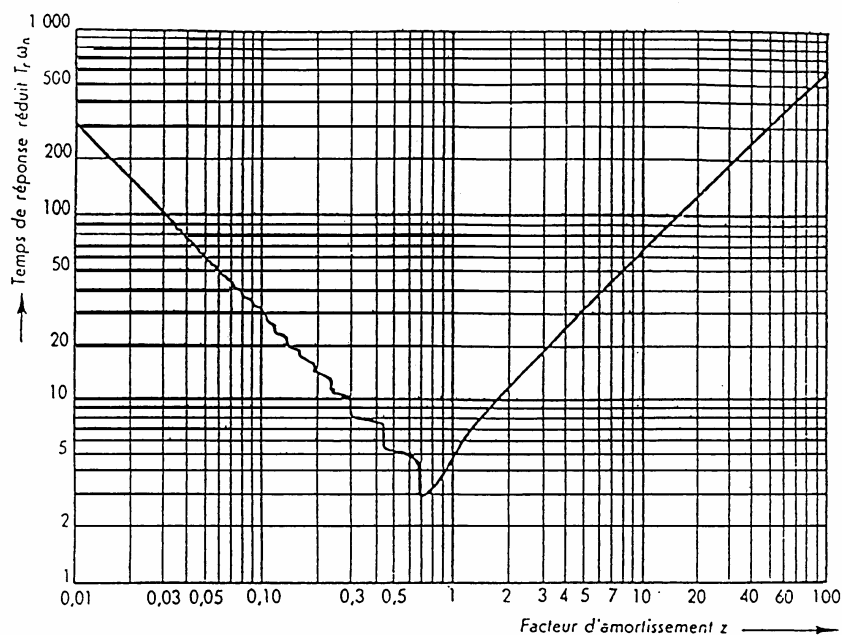

Figure 1 : Abaque $T_r \cdot \omega_n = f(\xi)$
c) Déterminer le temps de réponse à 5% à l'aide de la Figure 1.